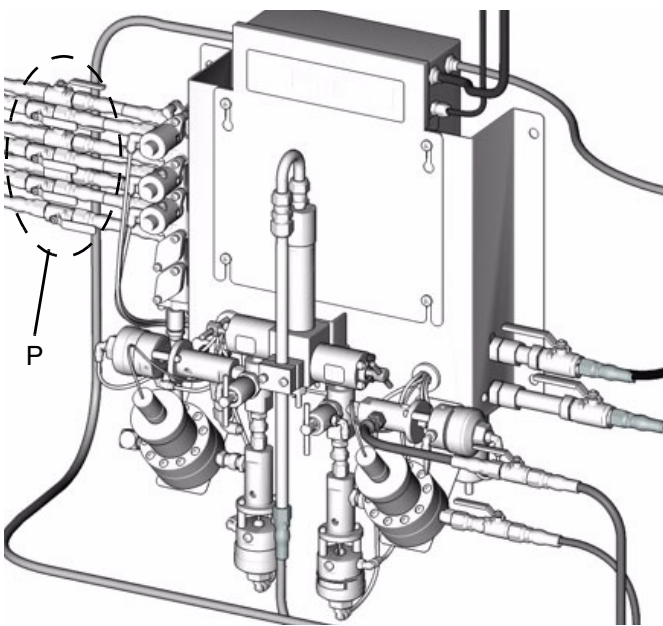

FIG. 6
Du måste montera en avstängningskran (P) mellan varje vätskematning och vätskeblocket FIG. 6. Använd kranarna för att stänga av vätskan vid underhåll och service.